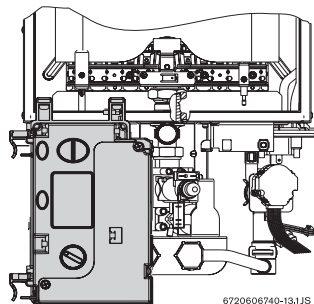

Fig. 2 Posizione d'aggancio del quadro comandi (accesso alle regolazioni gas)
- ▶ Dopo l'estrazione del quadro comandi, agganciarlo come da Fig. 2.